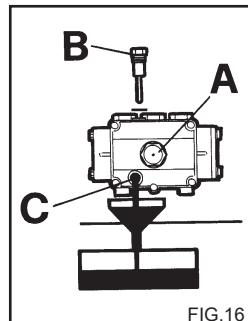

FIG.16
- 1) Skru opp drenesskruen på undersiden av pumpen (fig. 16 C).
- 2) Bruk peilepinnen til å skru av dekslet (fig. 16).